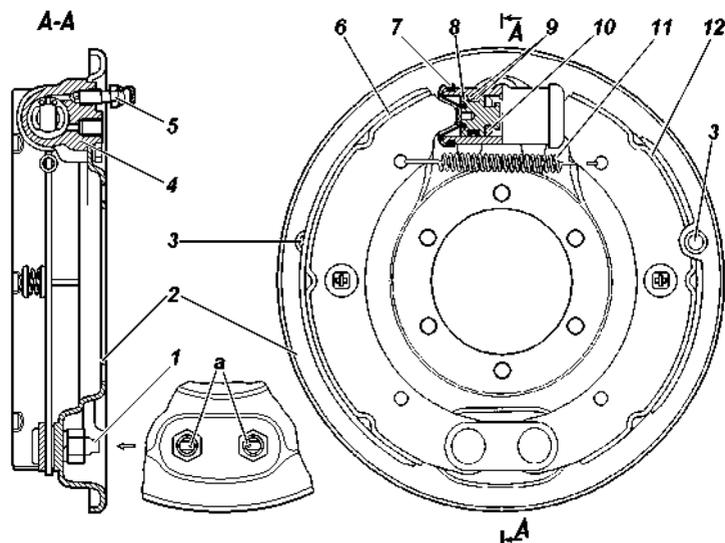

Рис. 9.29. Тормоз заднего колеса:
**Барабанные тормоза задних колес** (рис.9.29). Периодически снимайте тормозные барабаны и очищайте детали тормозов от пыли и грязи. Периодичность этой операции зависит от условий эксплуатации автомобиля. В летнее время и при езде по грязным дорогам чистка должна проводиться чаще, зимой – реже.